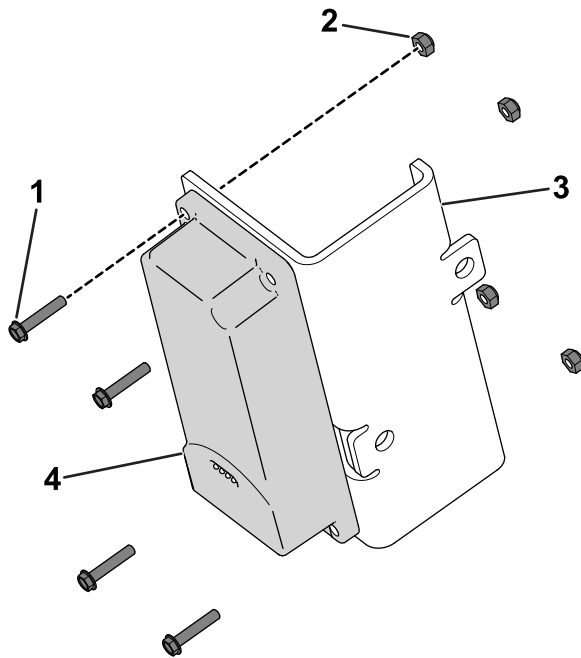

Figure 5
1. Avec 4 boulons à tête hexagonale (n° 10 x 1 po) et 4 contre-écrous n° 10), fixez le dispositif télématique sur son support (Figure 5).